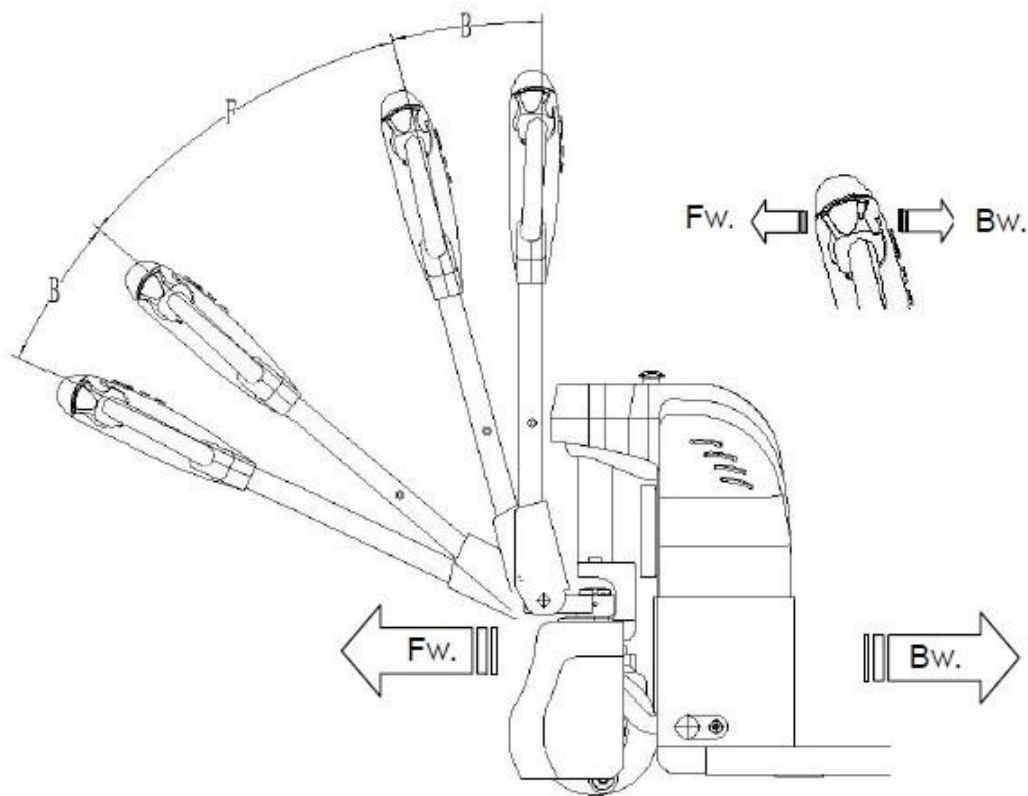

Fig.13: Direção de operação
Depois de ligar a transpaleteira puxando o botão de segurança (3), mova a alavanca para a zona de operação ('F', fig.13).
Vire o botão do acelerador para a direção desejada (fig.13).